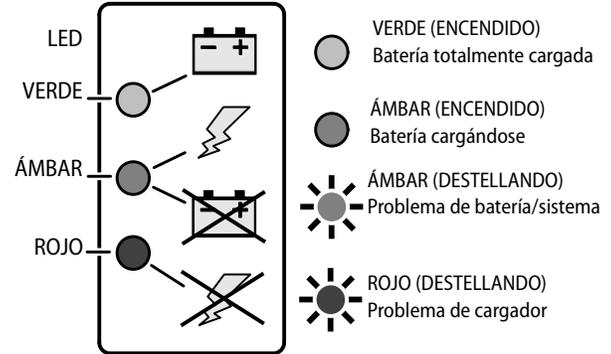

Figura 3-12. Indicadores LED en etiqueta del cargador
3. Durante el encendido el cargador ejecutará una breve autoprueba de los indicadores LED. Los indicadores LED del cargador de batería (Figura 3-12.) destellarán en secuencia durante dos segundos. Estos indicadores LED se pueden ver a través de la abertura en el tablero trasero donde se accede al cable de CA del cargador.
Si ocurre una falla durante la carga de la batería, el LED (ÁMBAR o ROJO) en el indicador LED del cargador (*Ver la Figura 3-12.*) destellará y corresponderá a la falla que ha ocurrido. Consultar la Tabla 3-1 siguiente para los códigos intermitentes del LED del cargador y su significado.